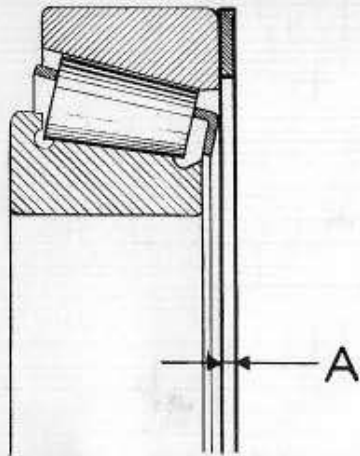

Fig. 42
- Pour déterminer les cales A (Fig. 42) du PIGNON D'ANGLE, il faut quatre valeurs :